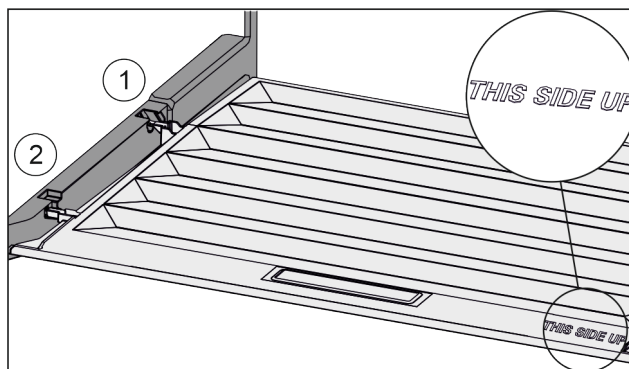

Fig. 151
- ▶ Ramiona pokrywy wprowadzić ponad otworem tylnego uchwyty Fig. 151 (1) i zazębić z przodu w uchwycie Fig. 151 (2).